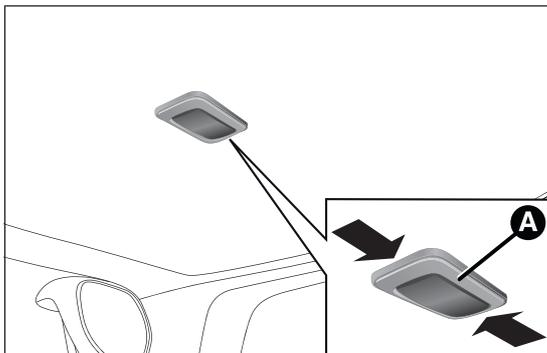

fig. 42
- actuar en el punto indicado por las flechas y retirar el plafón A fig. 42;
- volver a montar el plafón A fig. 42 introduciéndolo en su posición correcta, primero de un lado y, a continuación, presionando el otro hasta oír el "clic" de bloqueo.